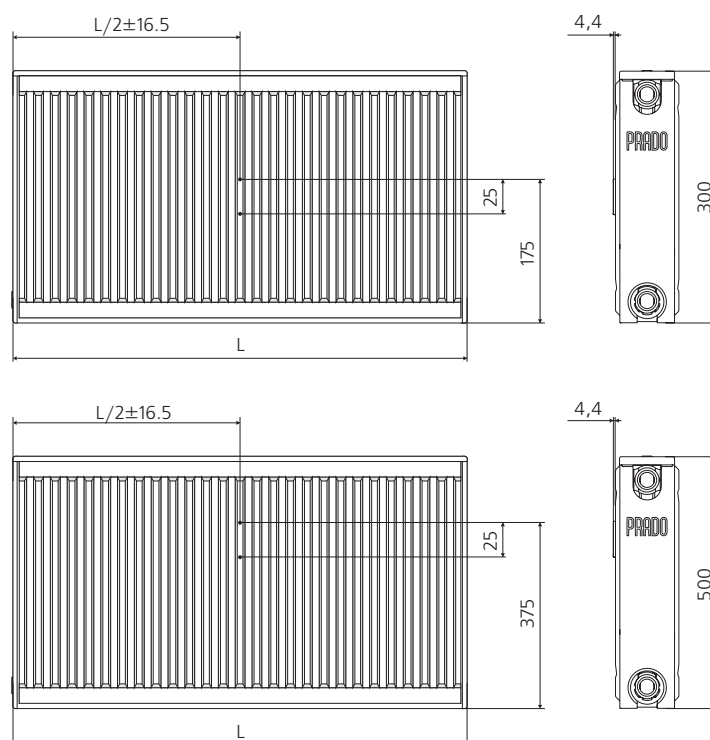

Рис. 14. Схемы установки распределителей тепловой энергии на передней панели радиатора «PRADO»
21. Для случаев, когда в системах отопления предусмотрена установка на отопительных приборах распределителей стоимости потребления теплоты для расчёта количества теплоты, потребляемой отдельными радиаторами, на рис. 14. показаны места размещения на фронтальной панели радиатора этих распределителей соответственно для приборов высотой 500 и 300 мм при условии движения теплоносителя по схеме «сверху-вниз».
Монтаж распределителей стоимости теплоты допускается при строгом соблюдении соответствующих инструкций. Приварку сварочных винтов на поверхности фронтальной панели радиатора согласно схемам на рис. 14. следует осуществлять методом конденсаторной сварки при помощи пистолета АККУ-TWIN или его аналога, согласно инструкции к сварочному пистолету, предварительно зачистив места приварки винтов от лакокрасочного покрытия.